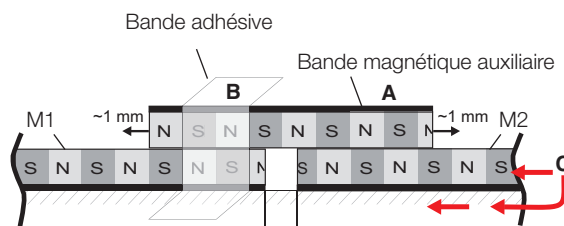

Fig. 4-10: Bande magnétique M2 à glisser sous la bande magnétique auxiliaire, d = 4-10 mm
3. Poser la bande magnétique auxiliaire à l'envers sur la bande magnétique M1. Grâce aux forces magnétiques, la bande magnétique auxiliaire est attirée vers le bas par le pôle opposé et s'engage (Fig. 4-10). Afin de trouver la position présentant une force d'attraction maximale, décaler la bande magnétique auxiliaire d'environ 1 mm dans l'une et l'autre direction, jusqu'à ce que l'attraction maximale soit perceptible. Fixer la bande magnétique auxiliaire dans cette position, p. ex. à l'aide d'une bande adhésive.
4. Glisser le début de la deuxième bande magnétique M2 sous la bande magnétique auxiliaire, jusqu'à proximité de la bande magnétique M1, et la laisser s'engager magnétiquement (Fig. 4-10). Laisser une distance (d) suffisante par rapport à M1, p. ex. 4-10 mm.